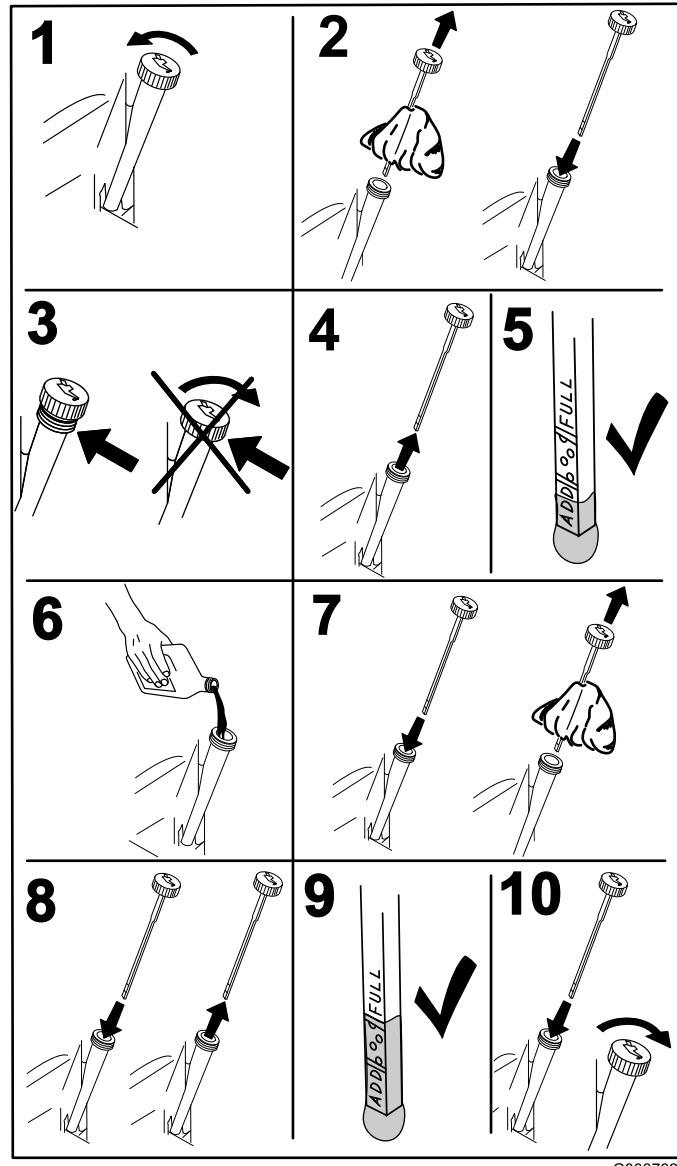

Figura 43
- Pare el motor, retire la llave y espere a que se detengan todas las piezas en movimiento antes de abandonar el puesto del operador (Figura 43).